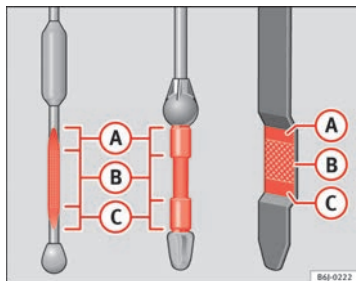

Fig. 124 Asta di misurazione livello olio motore
- In seguito, estrarla di nuovo e controllare il livello dell'olio ⇒ fig. 124. Se necessario, rabboccare dell'olio.